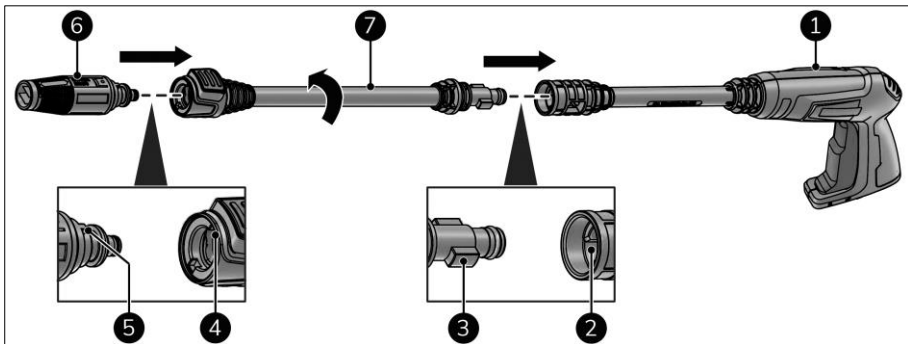

Abbildung 11
1. Richten Sie den Steg der Düse (Abbildung 11, Pos. 5) mit der Nute in der Verlängerungslanze (Abbildung 11, Pos. 4) aus.
2. Führen Sie die Düse (Abbildung 11, Pos. 6) in die Verlängerungslanze (Abbildung 11, Pos. 7) ein.
4. Richten Sie den Steg der Verlängerungslanze (Abbildung 11, Pos. 3) mit der Nute in der Strahlpistole (Abbildung 11, Pos. 3) aus.
5. Führen Sie die Verlängerungslanze (Abbildung 11, Pos. 7) in die Strahlpistole (Abbildung 11, Pos. 7) ein.